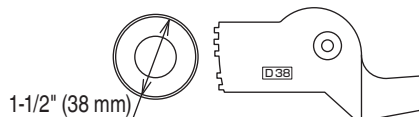

Fig. 59
6. Ensemble de rouleau central (D 38)(Fig. 59)(No. de code 321445)